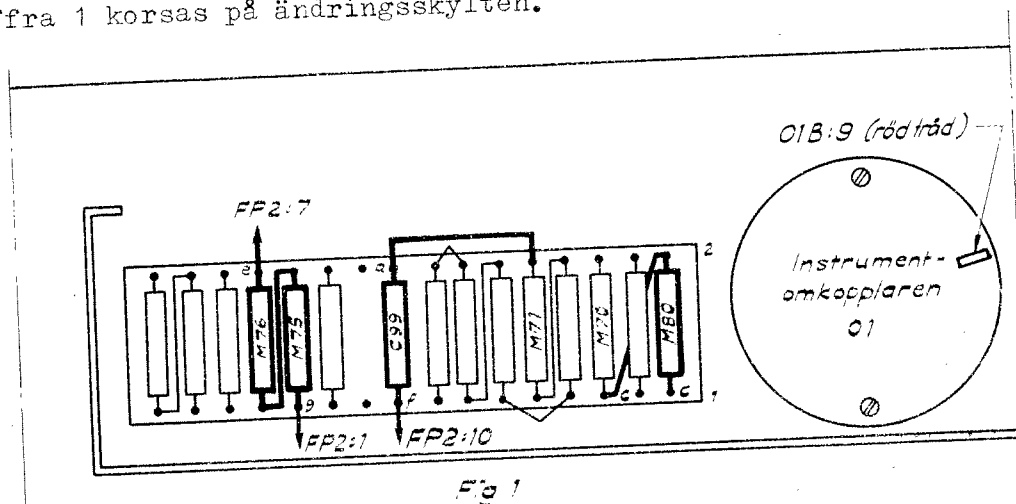

Fig 1
1. Kondensator C99 (0,047 uF) löds in på plinten enligt fig 1.
7. Löd loss de 3 röda trådarna vid M70:1 (se fig 1) och ohmtesta var och en av dessa till O1B:9. Den tråd som är förbunden med O1B:9 löds tillbaka till M70:1.